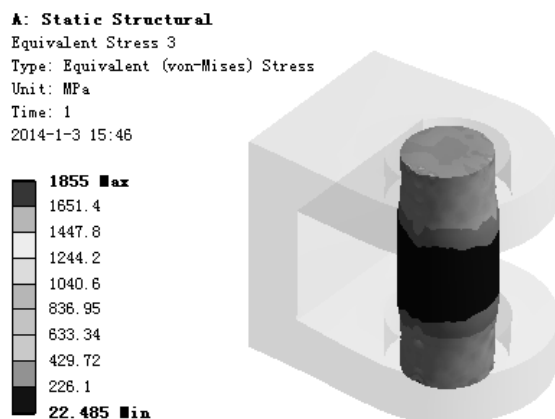

图 7.6.50 应力结果图解（几何体 2）
(5) 查看几何体 2 应力图解。在“Outline”窗口中选中  **Equivalent Stress 3**，查看图 7.6.50 所示的几何体 2 的应力结果，其最小应力为 22.485MPa，其最大应力为 1855 MPa。